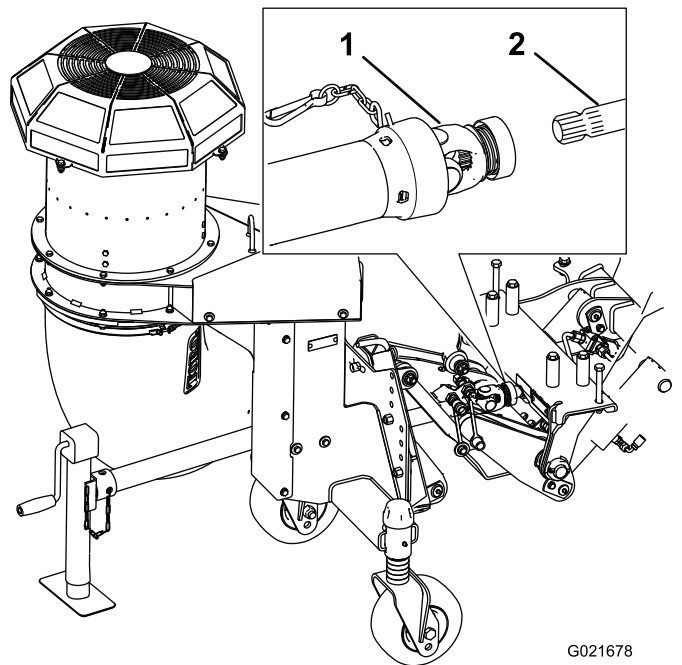

Figura 13
5. Instale o veio propulsor na estrutura de ligação rápida deslizando o acoplador rápido para o veio (Figura 13).
6. Prenda a corrente de segurança à estrutura de ligação rápida (Figura 13).